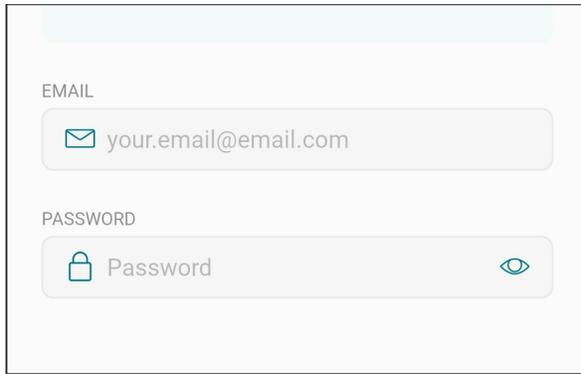

Figure 71. Connexion à l'application mobile Raymote
3. Ouvrez l'application mobile Raymote et connectez-vous avec votre nom d'utilisateur et votre mot de passe. Voir Figure 71.